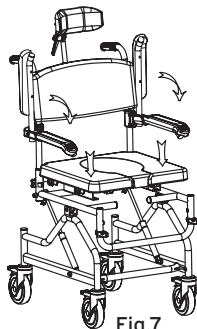

Fig.7
- Coloque o assento na estrutura da cadeira de rodas e carregue para baixo para fixar a sua posição, de seguida, adicione a tampa (fig.7);